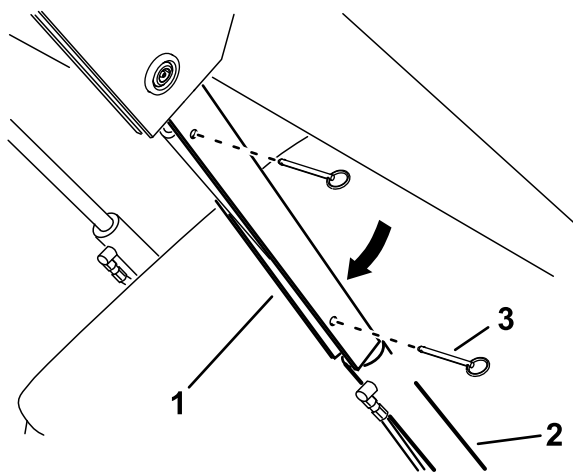

Figura 37
5. Coloque el bloqueo del cilindro sobre la varilla del cilindro de elevación (Figura 37).